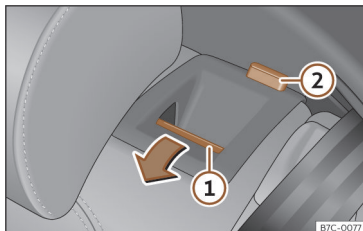

Fig. 102 Banco traseiro: rebater o encosto.
- Puxe o manípulo de desbloqueio »» Fig. 102 ① para a frente e, ao mesmo tempo, rebata o encosto. O encosto traseiro está desbloqueado quando se vê uma marca vermelha no botão ②.